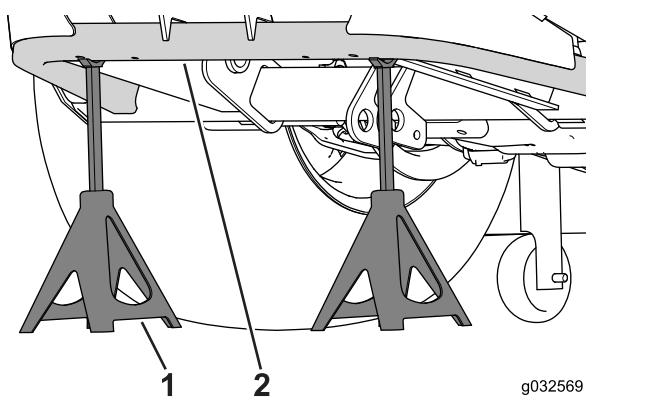

Figure 54
2. Placez 2 chandelles sous le cadre pour soutenir l'arrière de la machine (Figure 54).